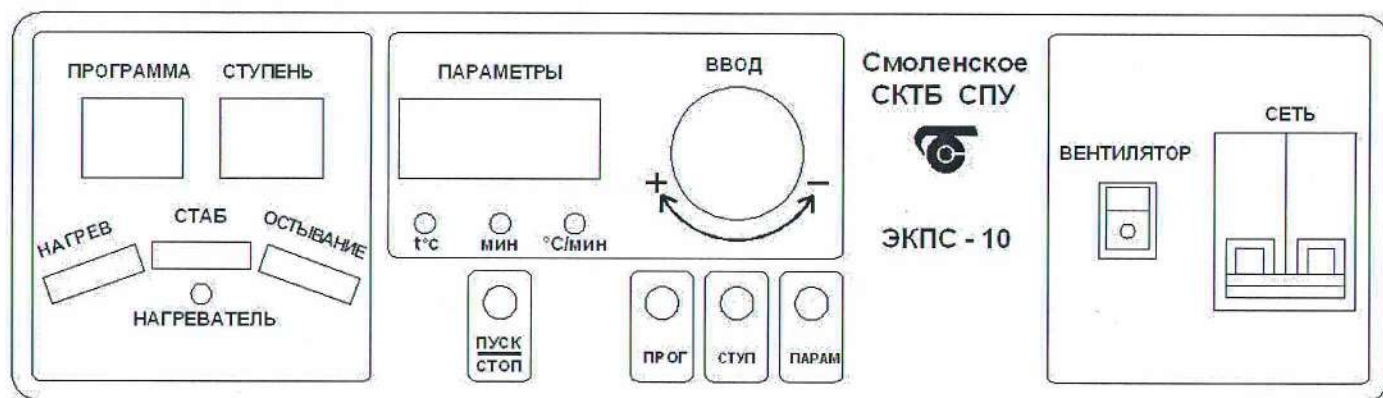

Рис. 3 – Лицевая панель электропечи с многофункциональным блоком МКУ
8.1.3 Включить выключатель «СЕТЬ» на лицевой панели электропечи (рис. 3), при этом на цифровом индикаторе «Программа» загорится номер 1 программы, на цифровых индикаторах «Ступень» загорится 1 ступень, на индикаторах «Параметры» значение заданной температуры на 1 ступени и светодиодный индикатор «t °C». Цифровые индикаторы «Программа» включены в мигающем режиме – регулятор находится в режиме «ВВОД».